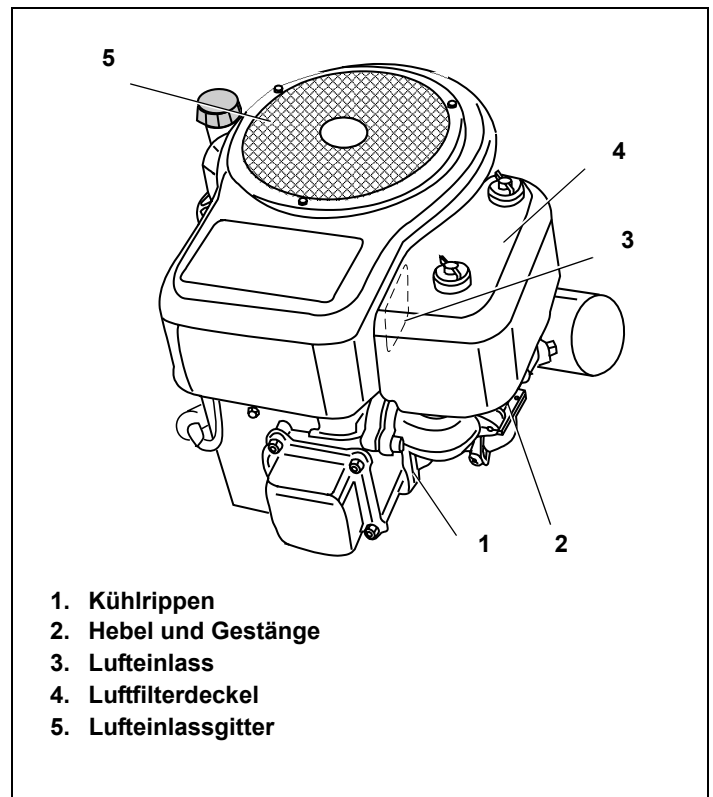

Abbildung 20. Verunreinigte Stellen
Das Entfernen von Schmutz gewährleistet ausreichende Kühlung, korrekte Motordrehzahl und reduziert die Brandgefahr. Siehe Abbildung 20.
Vor dem Ausbau des Luftfilterdeckels siehe Anweisungen unter „III. Filterausbau/-einbau“ auf Seite 12. Beim Ausbau des Luftfilterdeckels muss besonders darauf geachtet werden, dass dieser nicht beschädigt wird. Siehe Abbildung 20.
2. Den Luftfilterdeckel und die Filter entfernen. Siehe Abbildung 20.